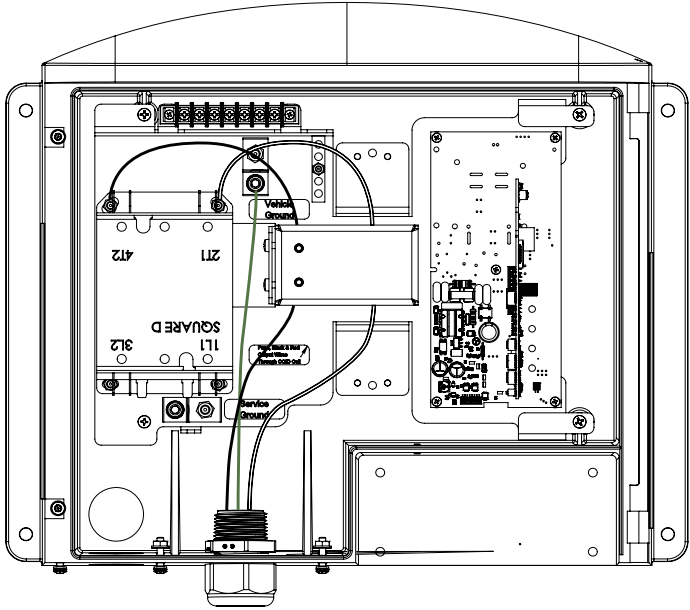

Figura 8: Instrucciones de cableado de conexión del cable J1772
- Al conectar el cable de salida, asegúrate de que ambos conductores de 120 V CA (línea 1 y línea 2) pasan a través de la bobina de detección del dispositivo de interrupción del circuito de carga (CCID), como se muestra en la figura 8.